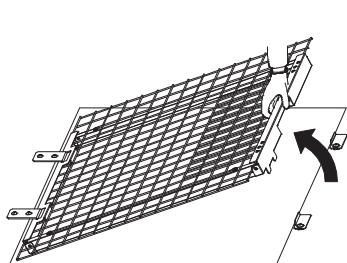

Figure 5
- (2) Soulevez lentement le filet de protection en le faisant pivoter autour des crochets de verrouillage. (Reportez-vous à la **Figure 5**.)